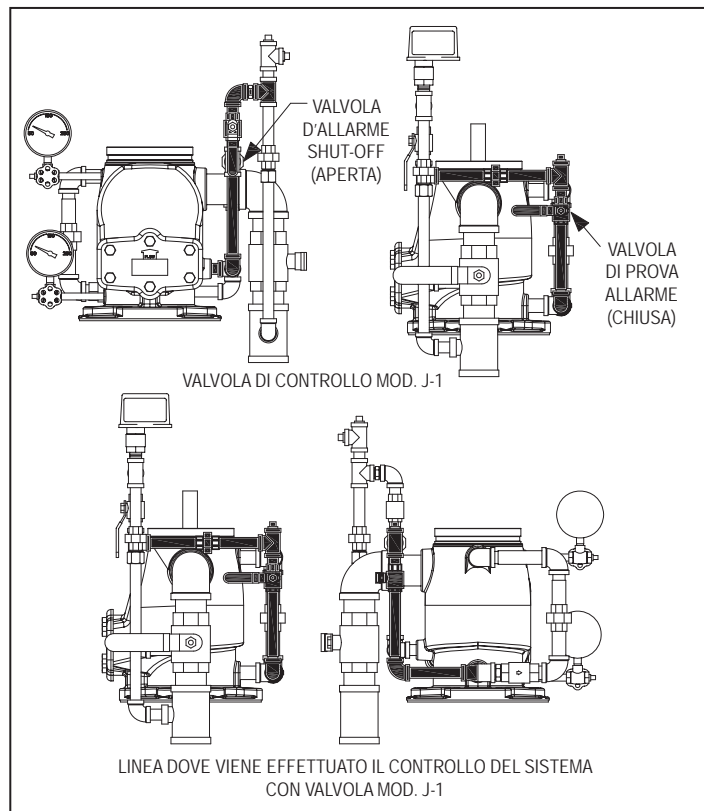

Figura 35
2. Per testare gli allarmi elettrici (se presenti) e/o la campana idraulica d'allarme (se presente), APRIRE la valvola di prova impianto (figura 35).